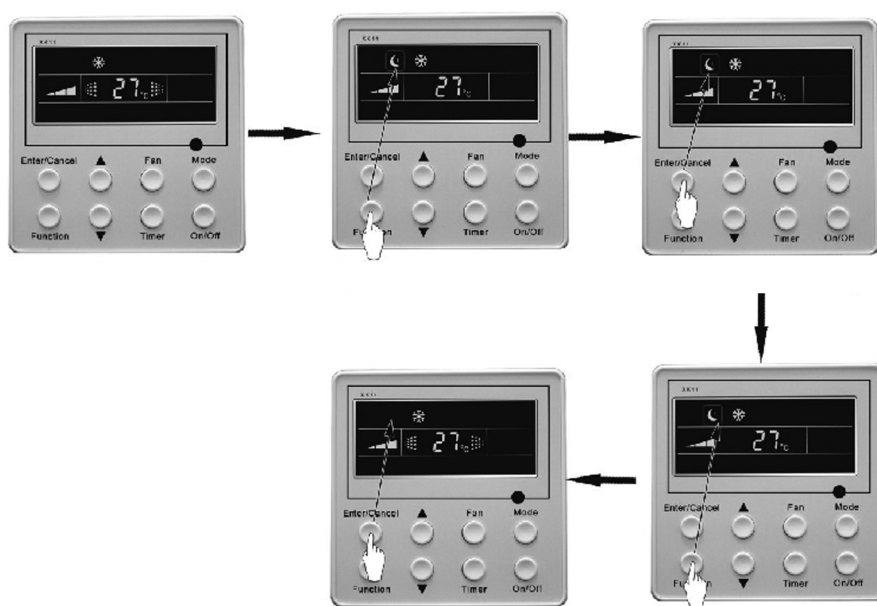

Рис. 6.10
6.5.5.1 Для установки функции **Сон (Sleep)** необходимо при **включенном в работу** кондиционере кнопкой **FUNCTION** выбрать функцию **Sleep** и нажать кнопку **ENTER/Cancel**. (Рис. 6.10).
6.5.5.2 Для выключения режима **Sleep (Сон)** кнопкой **FUNCTION** выбрать функцию **Sleep** и нажать кнопку **ENTER/Cancel**. (Рис. 6.10).